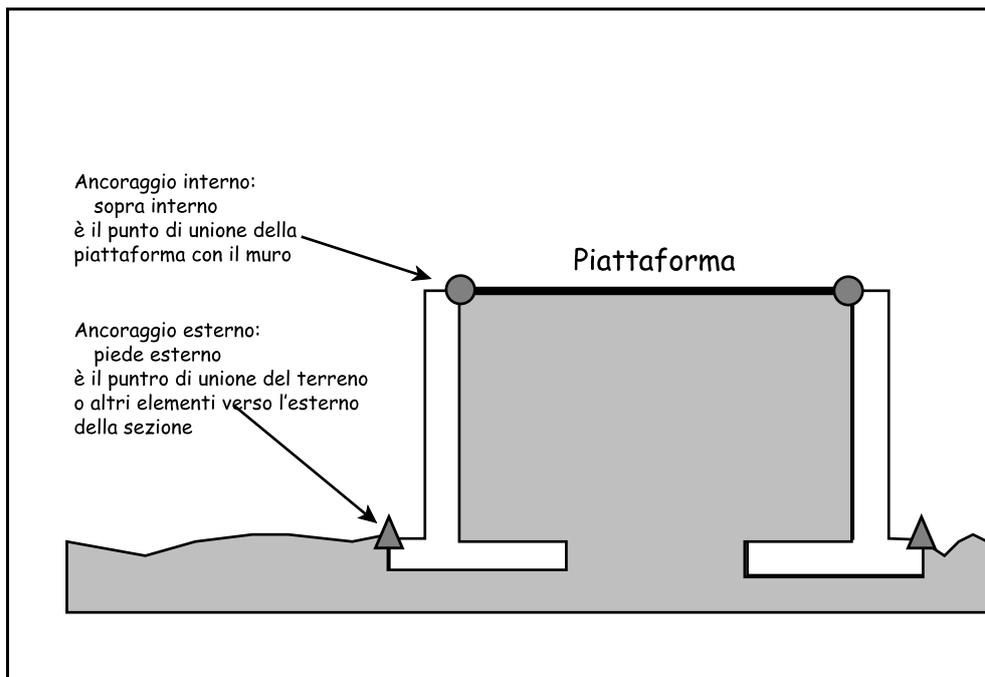

FIGURA 11.63
**A) - Ancoraggio interno:** è il punto di collegamento tra la piattaforma e il muro o tra l'ultimo elemento inserito tra la piattaforma e il muro. I muri con nome **MuroXXXXXXA** e **MuroXXXXXXB** hanno l'ancoraggio alto e si utilizzano nella tipologia descritta nella figura 11.63.